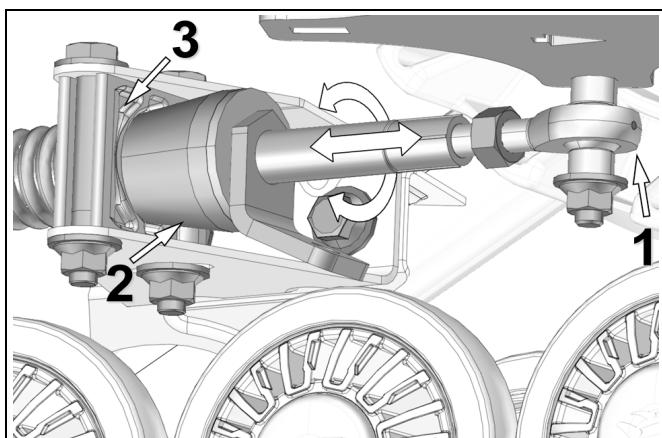

Figure 16
- Ajuster la longueur de l'embout à rotule (1) en tournant le support de limiteur de conduite au bras stabilisateur jusqu'à ce que le cône de caoutchouc (2) entre légèrement en contact avec le support pivotant (3). Voir la Figure 16.